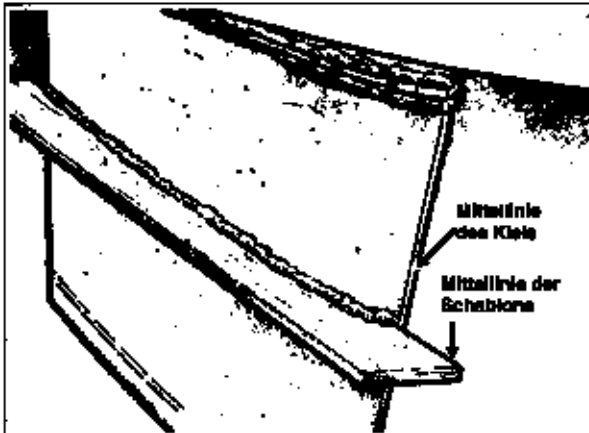

Abb. 7-6 Drücken Sie die Profile in die Epoxidmischung. Nach dem Aushärten des Epoxids schleifen Sie die hervorgequollene Harzmischung glatt.
Figure 7-6 Übertragen Sie die Profilformen an Wurzel, Mitte und Spitze des Profils auf ein Stück 12 mm starkes Sperrholz. Zeichnen Sie die Mittellinien auf den Kiel und die Profile.
4. Nun wird an den Profiletellen ein 30 bis 50 mm breiter Streifen mit Epoxidspachtel, gemischt aus Epoxidharz und Füller 407 in Erdnußbutter-Konsistenz aufgetragen. Mit einem Kunststoffspachtel wird dieser Streifen etwas dicker aufgelegt als es das Profil verlangt. Mit der Schablone wird die Masse auf Ihr Maß eingedrückt. Wie weit die Schablone angedrückt werden muß, ergibt sich aus den Mittellinien von Kiel und Schablone, die sich treffen müssen (Abb. 7-6). Die Schablone wird vorsichtig abgenommen, damit der Abdruck nicht zerstört wird. Dann läßt man das Harz aushärten.